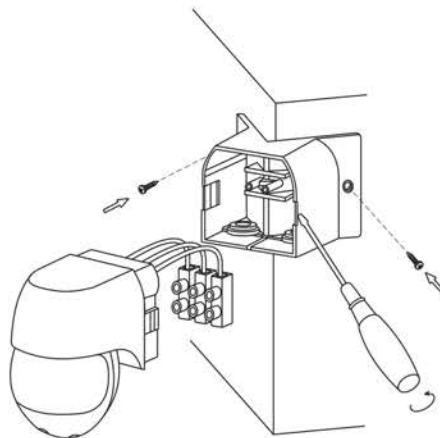

Рисунок 18 – Монтаж ДД 015, ДД 016
5.2.3 Монтаж ДД 015, ДД 016 (рисунок 18)
– Снять заднюю часть корпуса датчика, поддев её отвёрткой с прямым шлицем (рисунок 18). Крепление корпусных деталей датчика произведено на защёлках.